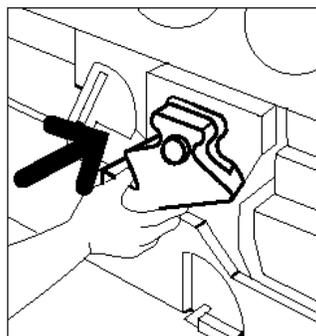

Figura 26: Colocación del contenedor de residuos del revelador nuevo
- 9** Alinee el nuevo contenedor de residuos del revelador con la flecha situada en la copiadora/ impresora y colóquelo dentro de la máquina, tal y como ilustra la Figura 26.